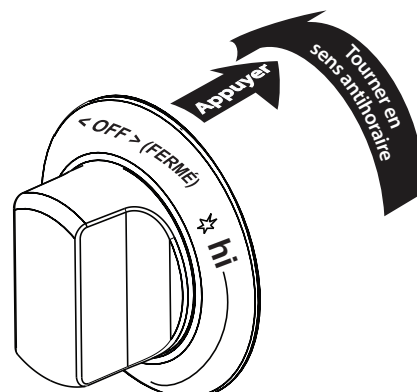

Figure 10 : Bonne façon de régler les brûleurs
2. Appuyer sur le bouton de commande correspondant et tourner dans le sens antihoraire hors de la position **< OFF >** (fermé), puis tourner le bouton sur la  position (Figure 10).